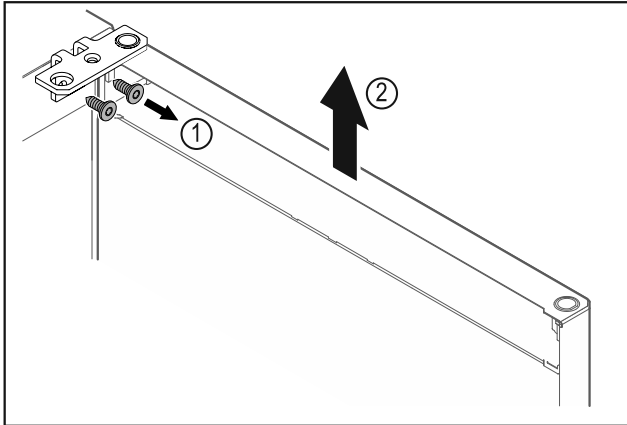

Fig. 12
- Odskrutkujte uholník závesu Fig. 12 (1).
- Zdvihnite dvere vrátane uholníka závesu Fig. 12 (2) cca 200 mm nahor a odoberte ich.